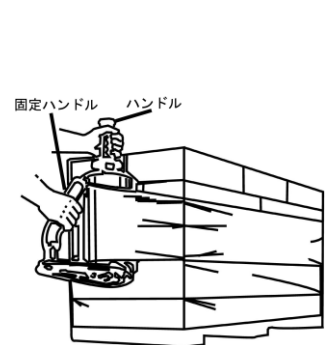

図8
- ⑥ハンドル、固定ハンドルを確実に持ち、パレットの積荷時にラップを巻き付けてください（図8参照）。